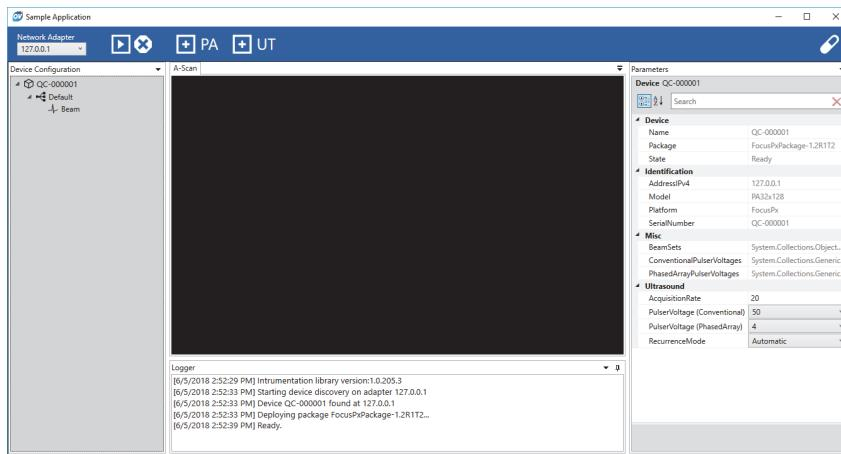
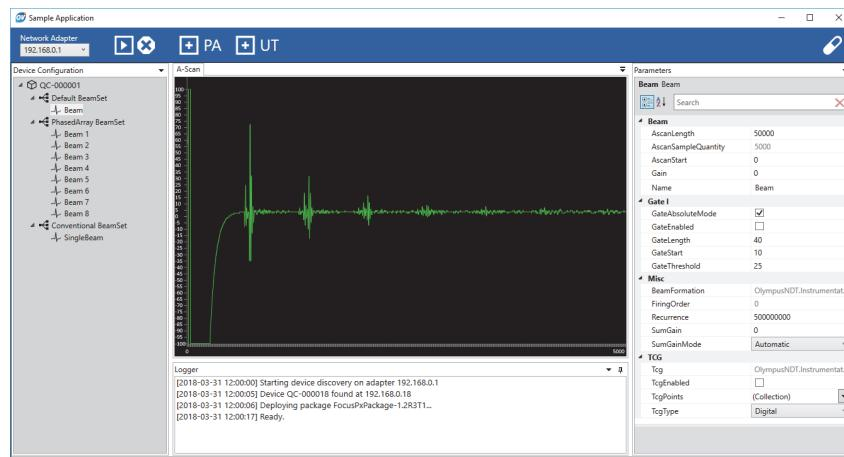

图 3-1 样本应用程序的 SDK 主窗口（示例 1）
图 3-3 样本应用程序的 SDK 主窗口（示例 3）
**SampleApplication.NET.exe** 程序将 OpenView SDK 的主要功能整合到简单的用户界面中（参见第 16 页的图 3-1 到第 17 页的图 3-3 中的示例）。